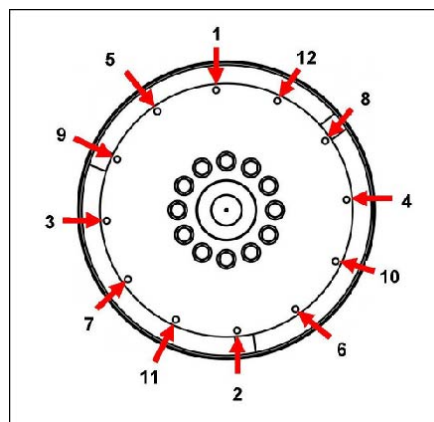

ABBILDUNG 11. REIHENFOLGE DER BEFESTIGUNG
- Die Ausrichtungsstifte entfernen. Die Kupplungsschrauben unter Verwendung von Hochlast-Unterlegscheiben unter den Köpfen anbringen. Kupplungsbefestigungsschrauben am Schwungrad in der Reihenfolge festziehen wie dargestellt in Abbildung 11 auf Seite 27.